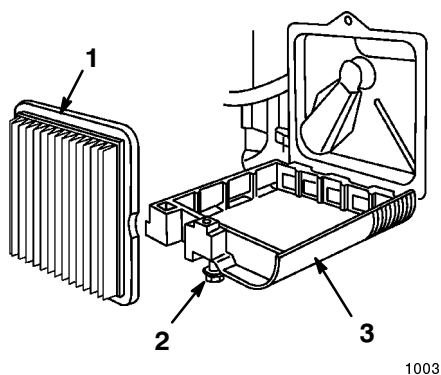

Figure 19
3. Desserrer la vis de fixation du couvercle du filtre à air au moteur (Fig. 19).
4. Laisser le couvercle descendre et le nettoyer soigneusement (Fig. 19).
5. Retirer le filtre en papier (Fig. 19) et le jeter.
6. Retirer le filtre en papier (Fig. 19) et le jeter.